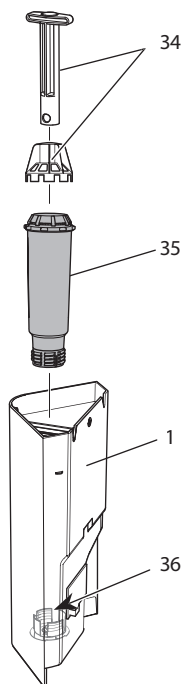

Рис. 19: Завинчивание и отвинчивание фильтра для воды
7. Вставьте новый фильтр в контейнер для воды (см. *Рис. 19*).
2. Извлеките фильтр для воды (см. *Рис. 19*).